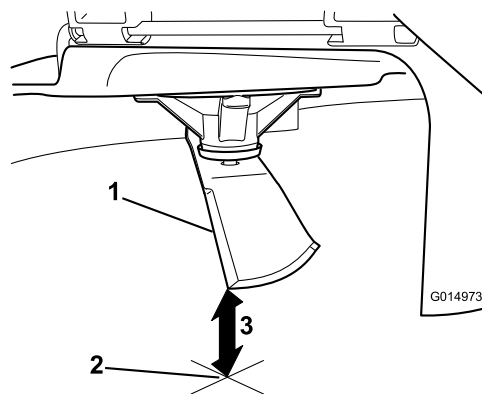

Figura 73
3. Misurate dalla punta della lama alla superficie piana (Figura 73).